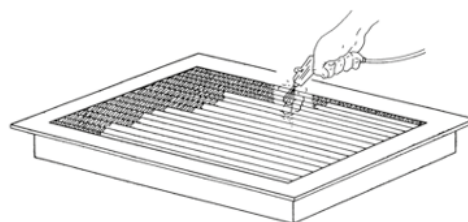

FIGURA 13.12
Antes de iniciar a limpeza do radiador proceda conforme indicado no item 1 (Manutenção Preventiva). Para limpar o radiador (Figura 13.12) externamente, use ar comprimido de fora para dentro. Para limpar o radiador mais minuciosamente, escove sua superfície inferior interna. Realize a limpeza externa do radiador semanalmente.